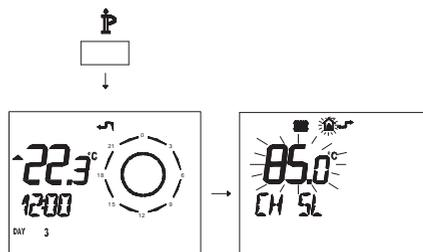

Figura 5.66
- Premere per più di 3 secondi il pulsante \mathbb{P} per entrare in modalità *INFO* (Figura 5.66).